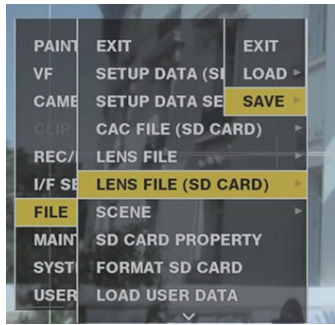

図 1
- 1 メインメニュー → [FILE] → [LENS FILE (SD CARD)] で [SAVE] を選択し、ジョグダイヤルボタン（または〈SET〉ボタン）を押す。（図 1）